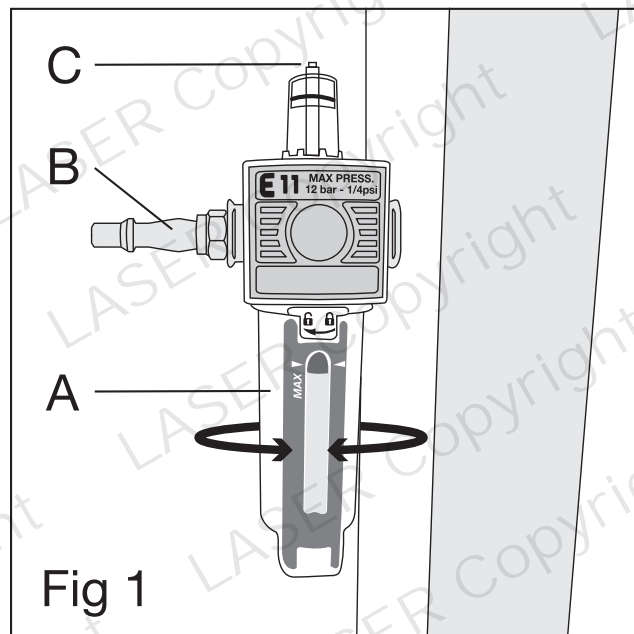

Fig 1
Ölstand im Drucklufttöler prüfen (siehe **Abb. 1**). Der Ölstand ist am durchsichtigen Teil des Ölbehälters (**A**) zu erkennen.
- Ölstand im Druckluftöler prüfen (siehe **Abb. 1**). Der Ölstand ist am durchsichtigen Teil des Ölbehälters (**A**) zu erkennen.
- Vergewissern, dass die Druckluftversorgung der Werkstatt mit dem Drucklufteinlass (B in **Abb. 1**) verbunden ist.